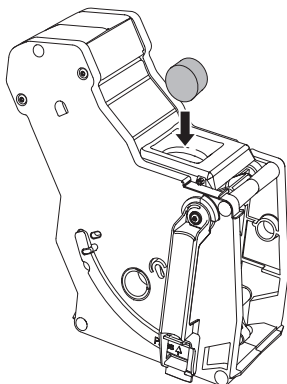

Fig. 17: Læg rengøringstabsen ind i brygheden.
7. Sæt kaffegrumsbeholderen ind under udløbet. 8. Tag brygheden ud, men sluk i den forbindelse ikke for maskinen. 9. Læg en rengøringstabs ind i brygheden (se Fig. 17). Sæt brygheden ind i maskinen igen.